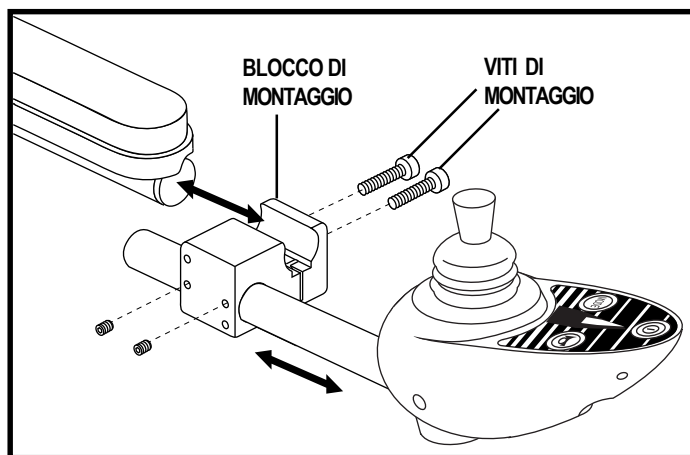

Figura 18. Installazione centralina nel blocco di montaggio
4. Allentare le viti di montaggio nel blocco di montaggio. Vedere figura 18.